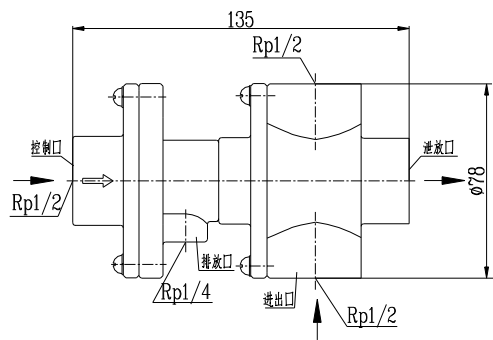

图 4
4.2.1 作用：控制泡沫液控制阀的关闭和开启。（外形见图 4）